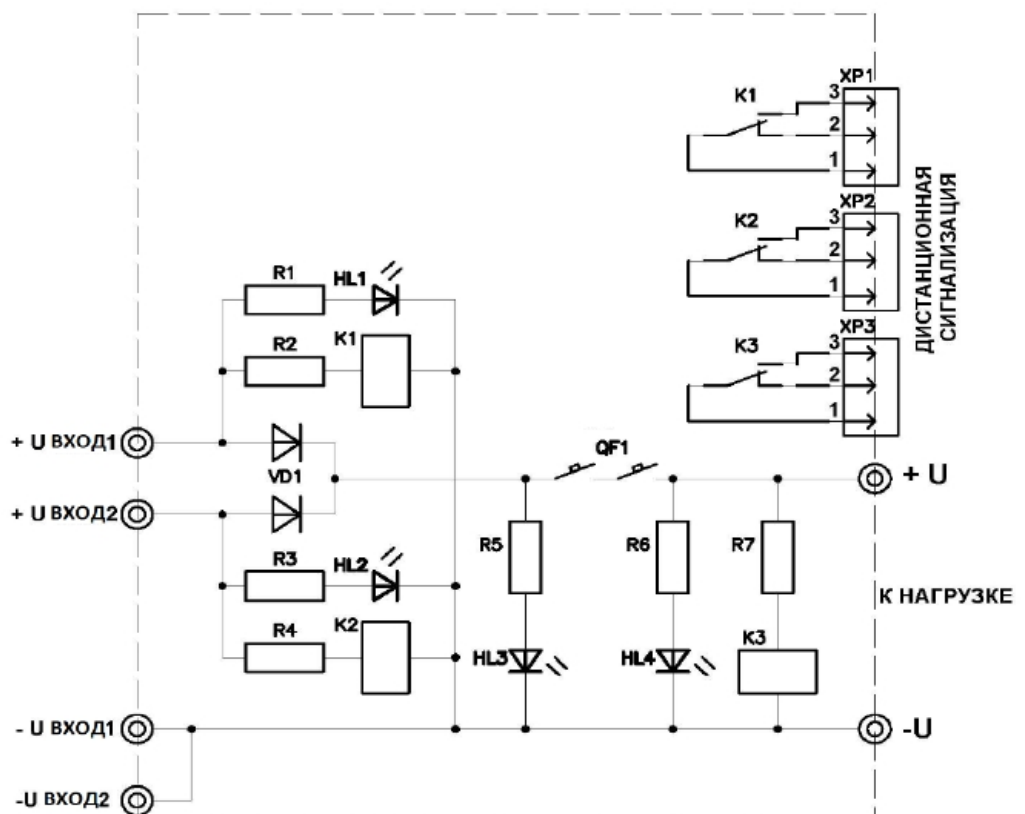

Рисунок 2 Схема подключения САВР с общим катодом
- по отрицательному полюсу (в схеме с общим анодом) смотри рисунок 2;